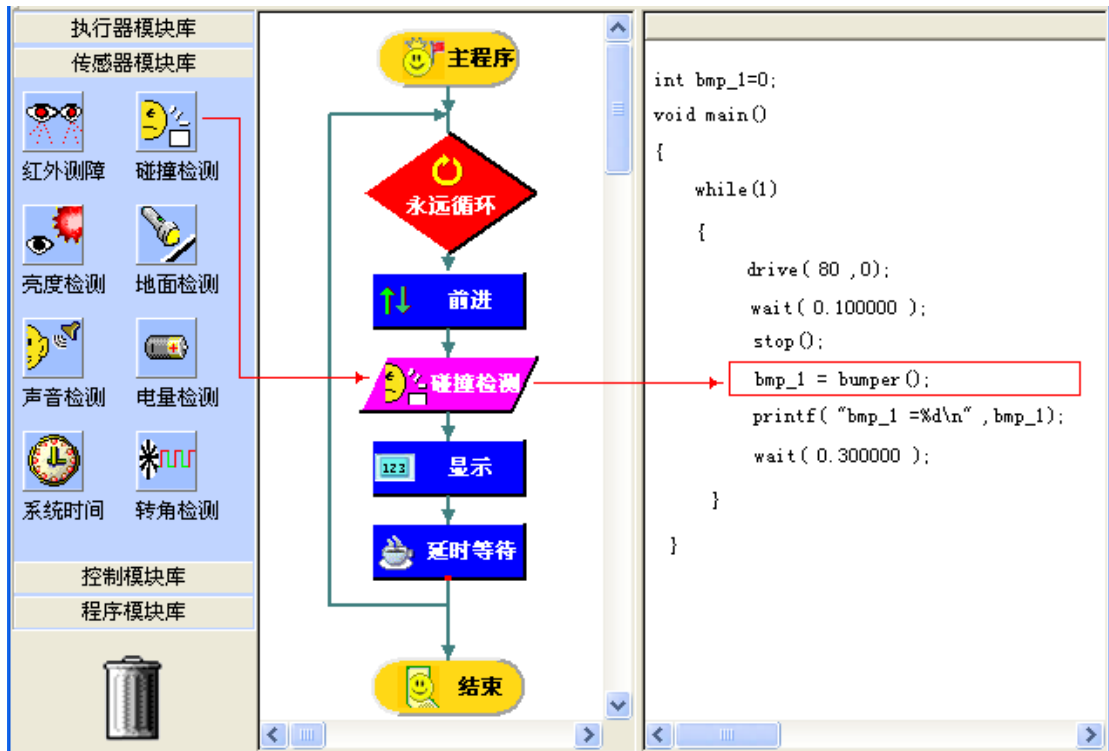

图 8.2 碰撞检测程序
步骤 1：编写碰撞检测程序如图 8.2 所示；
- 将前面的红外检测程序稍加修改就可以得到图 8.2 所示的碰撞检测程序。